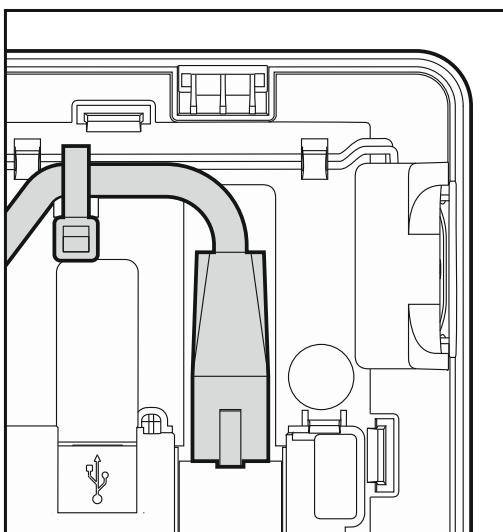

Рис. 5. Способ установки кабеля сети Ethernet.
11. Если клавиатура должна быть подключена к сети Ethernet (должно отображаться изображение с видеокamer или должна использоваться клавиатура, работающая в режиме SLAVE), подключите кабель RJ-45 к соответствующему разъему. Используйте кабель, совместимый со стандартом 100Base-TX (такой же, как при подключении компьютера к сети). Рекомендуется использовать сетевой плоский кабель, который более гибкий, и закрепить его с помощью хомута (см.: рис. 5).